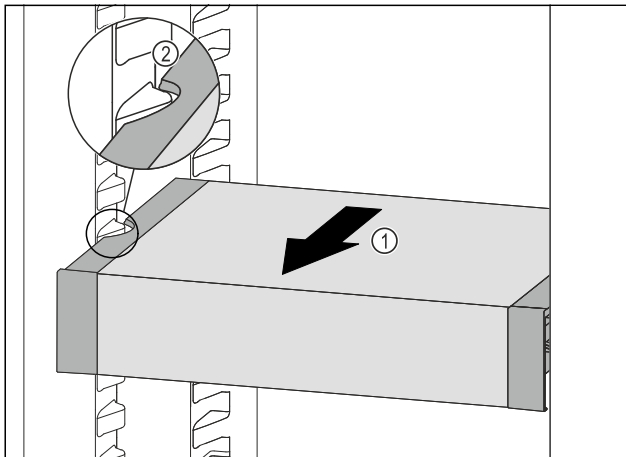

Fig. 91
- Tirare VarioSafe in avanti Fig. 91 (1) fino a quando le cavità laterali di VarioSafe non si trovano al livello della nervatura del contenitore nel vano frigorifero. Fig. 91 (2)